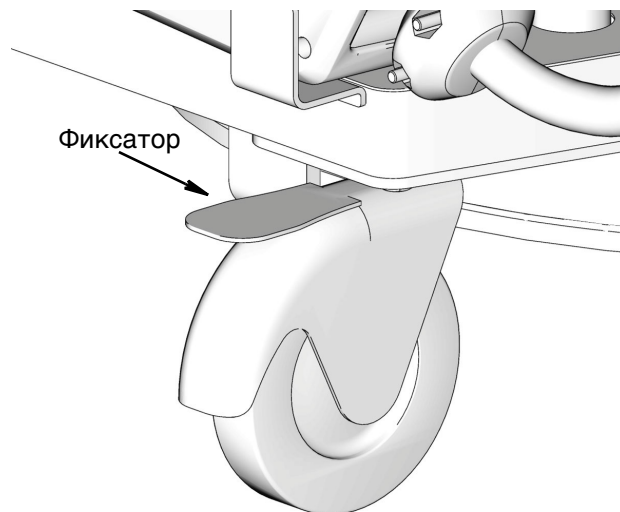

Рис. 35
8. Заблокируйте колеса, чтобы тележка оставалась неподвижной во время эксплуатации (Рис. 35).